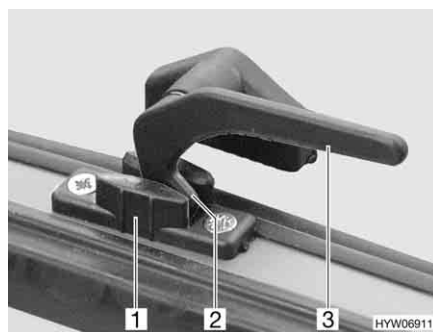

Bild 52 Låsarm i läget "kontinuerlig vädring"
- I läget "kontinuerlig vädring" (Bild 52)
- Sväng låsarmen (Bild 52,3) ett kvarts varv mot fönstrets mitt.
- Sväng låsarmen ett kvarts varv mot fönsterkarmen. Därvid måste låss-paken (Bild 52,2) föras in i spåret på fönsterlåset (Bild 52,1).